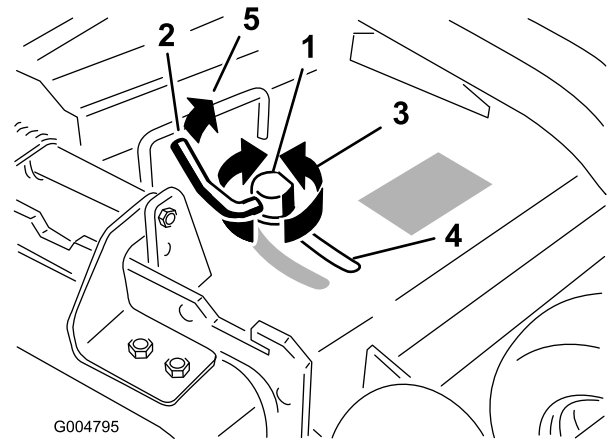

Bild 29
3. Wenn Sie die Haltenocke einstellen möchten, schieben Sie den Hebel nach oben und lösen Sie die Haltenocke (Bild 29).
5. Schieben Sie den Hebel zurück, um das Ablenkblech und die Haltenocke festzuziehen (Bild 29).